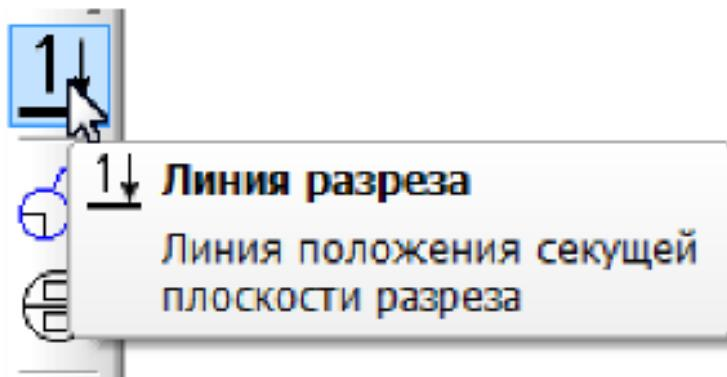

Рисунок 3.1.7. Команда Линия разреза
- В инструментальной панели **Обозначения для строительства** выберите команду **Линия разреза** (Рис. 3.1.7.).